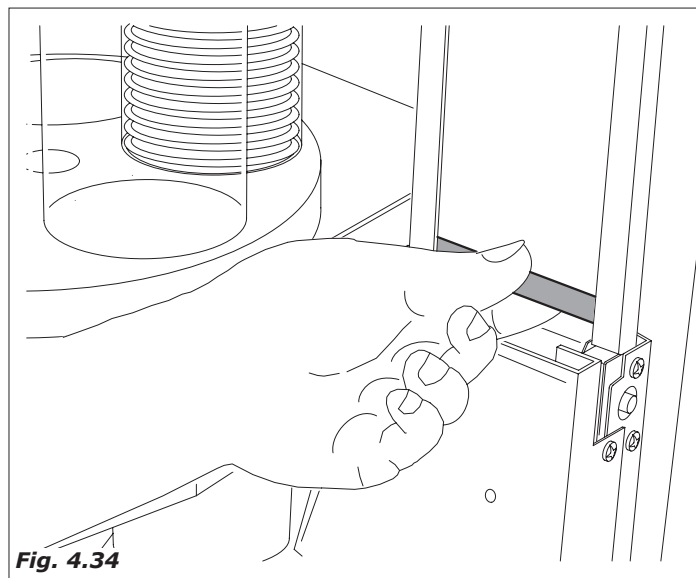

Fig. 4.34
- Togliere il pesetto in metallo dall'incolonnatore (Fig.4.34)